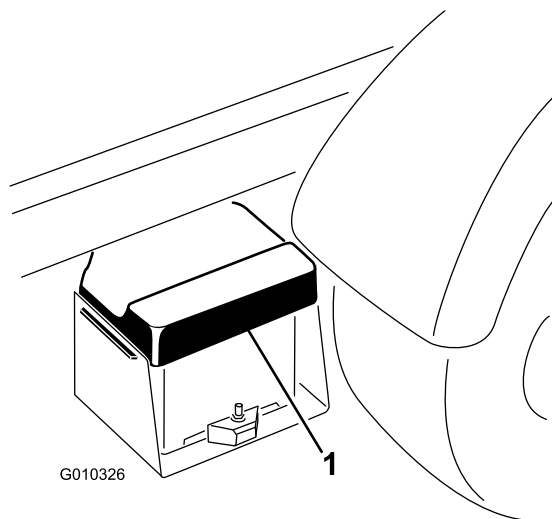

Figura 51
1. Schiacciate il coperchio della batteria per rilasciare le alette dalla base della batteria e rimuovete il coperchio della batteria dalla relativa base (Figura 51).